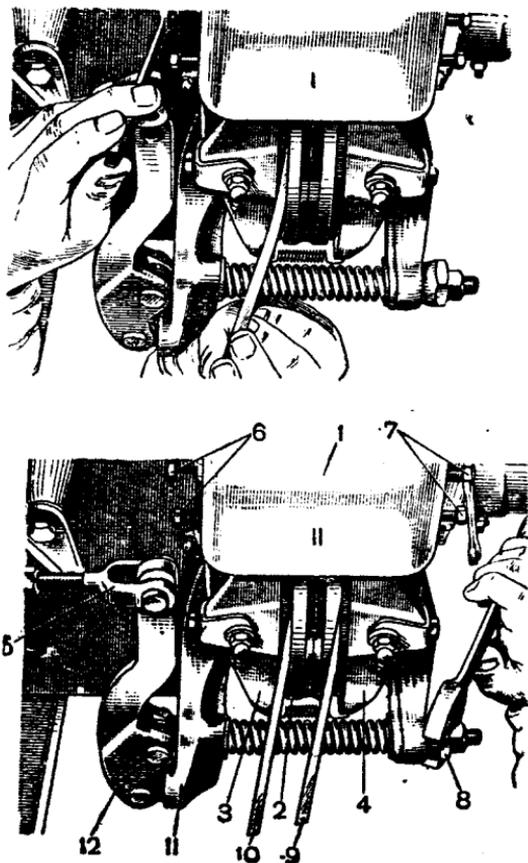

Рис. 78. Регулировка ручного тормоза:
1. Поставить рычаг тормоза (рис. 78) в крайнее переднее положение.